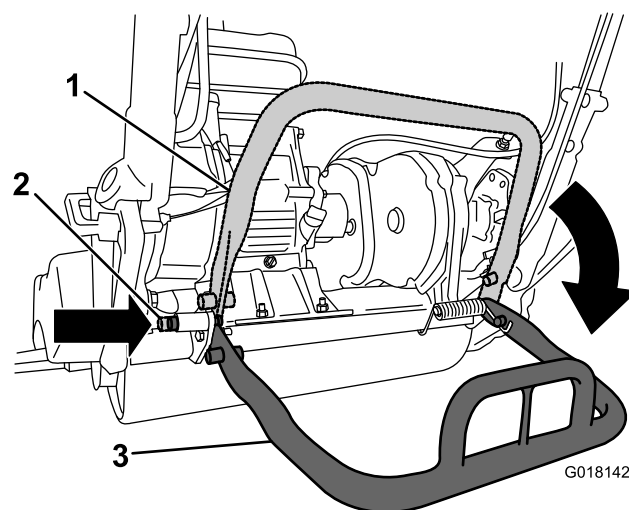

Figura 21
- Para evitar que a unidade incline para trás ao remover o cilindro, baixe o apoio e empurre o pino de bloqueio para bloquear o apoio na posição de serviço (Figura 21).